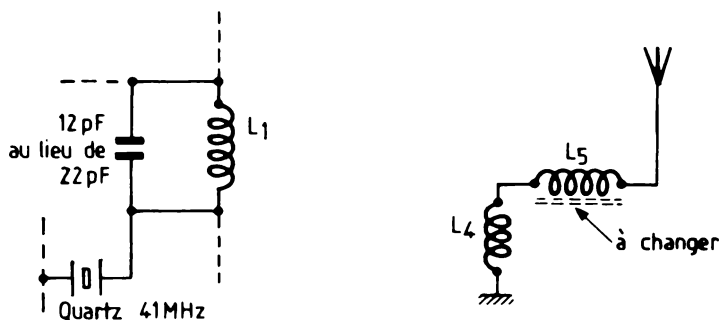

Fig. VII-2. – Passage de l'émetteur TRF4 en 41 MHz (variante de la fig. IV-1).
– Remplacer le condensateur d'accord de L_1 par un 12 pF, au lieu du 22 pF prévu dans la figure IV.1. La figure VII.2 illustre ces modifications.